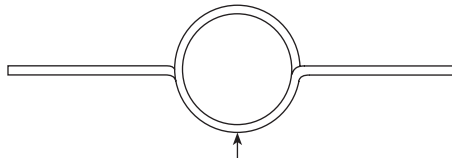

Fig. 11
2. Retirar la sonda (si está instalada) y colocar un par de alambres de centrado en el extremo de la punta de la sonda, a 90° uno del otro y a un máximo de 10 mm ($\frac{3}{8}$ ") del extremo de la varilla - ver Fig. 11 y 12.